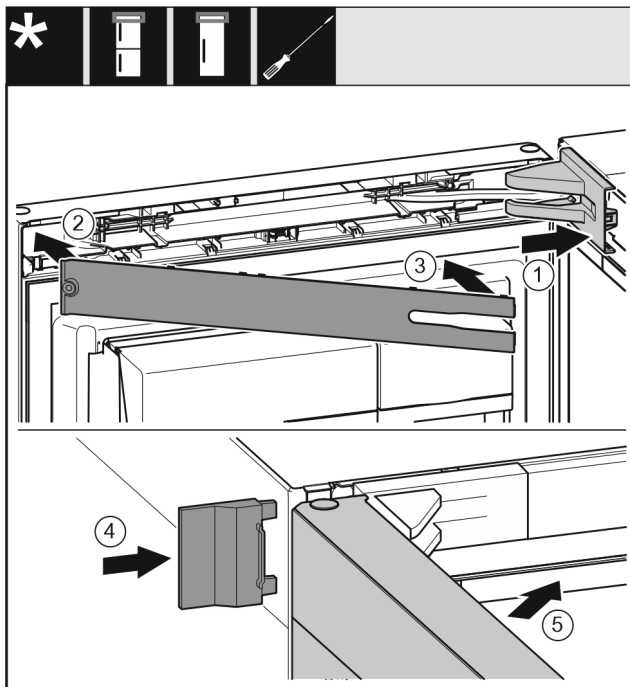

Fig. 22
- ▶ Nasadte kryt ložiskovej konzoly a zaistite, príp. opatrne rozotlačte. Fig. 22 (1)
- ▶ Nasadte kryt. Fig. 22 (2)
- ▶ Kryt priklopte a zaistite. Fig. 22 (3)
- ▶ Nasuňte vonkajší kryt. Fig. 22 (4)
- ▶ Zatvorte horné dvere. Fig. 22 (5)